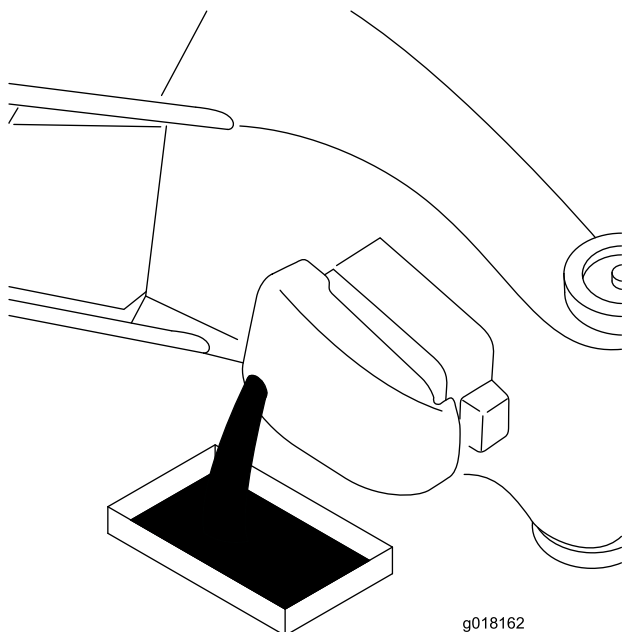

Figura 19
3. Incline o cortador para o lado, com o filtro de ar voltado para cima, para drenar o óleo utilizado para fora através do tubo de enchimento do óleo (Figura 19).